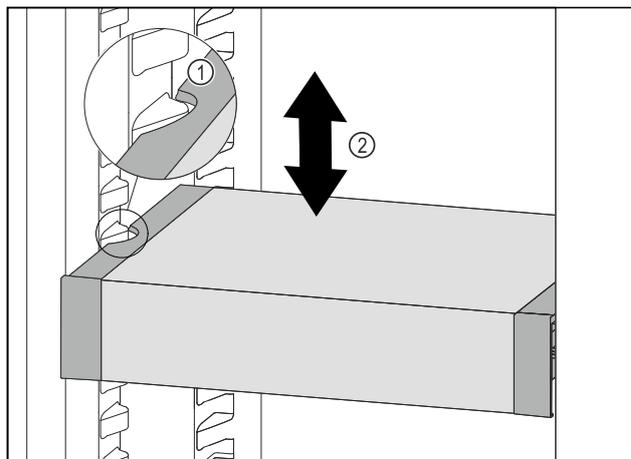

Fig. 83
- ▶ 向前移动 VarioSafe，直到 VarioSafe 两侧的凹槽与冷藏区中的容器肋梁持平。Fig. 83 (1)
- ▶ 在冷藏区中向上或向下移动 VarioSafe，直至所需高度。Fig. 83 (2)